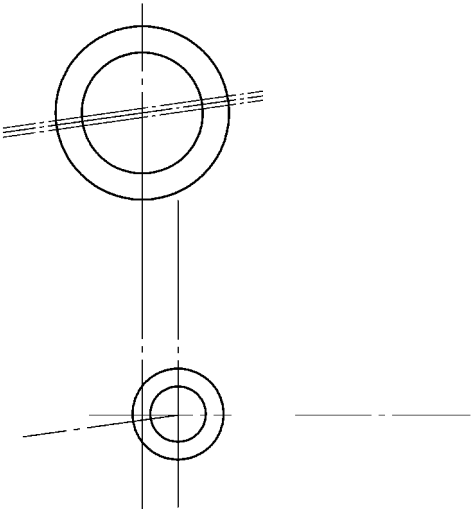

图 11-41 绘制圆和偏移
2) 将【粗实线】层设置为当前图层, 单击功能区【圆】按钮, 利用对象捕捉功能捕捉两中心线交点, 分别画出上、下两组同心圆, 半径分别是 12.5mm、20mm、27.5mm、37.5mm。单击【偏移】按钮, 把主视图上部分的一个斜中心线上、下偏移 2mm, 如图 11-41 所示。